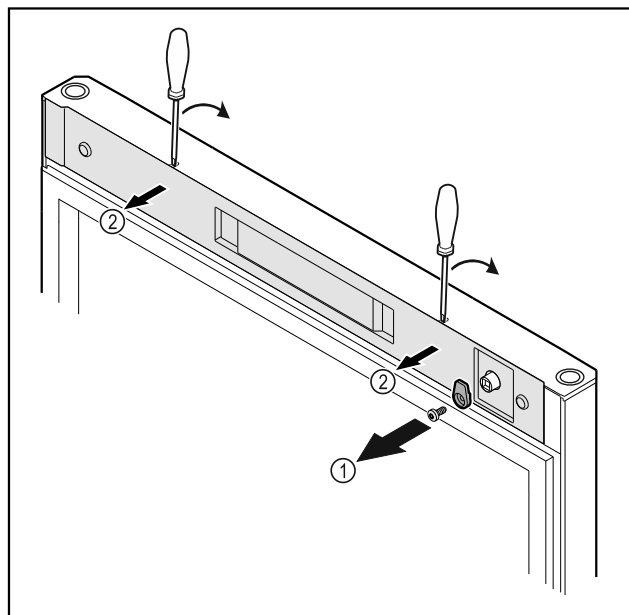

Fig. 22
- ▶ Sluithaak Fig. 22 (1) losschroeven.
- ▶ Afdekking Fig. 22 (2) met een kleine schroevendraaier losmaken en verwijderen.